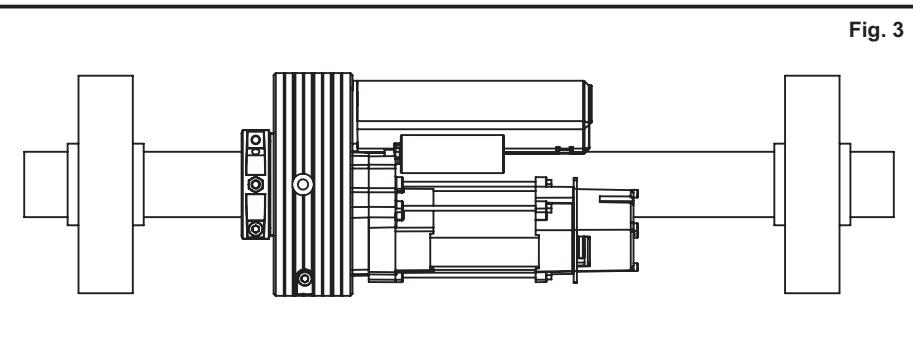

Fig. 3
H) Verificare che il motore risulti posizionato sul lato destro vista interna serranda e avvitare la vite TE M10 (vite testa esagonale senza dado, posizionata nella parte anteriore del collare di chiusura chassis) facendole penetrare nel foro M10 praticato precedentemente sul tubo della serranda (FIG. 3).
H) Verify that the electric motor is placed on the right side rolling shutter and screw the TE M10 (hexagonal screw without nut, placed on the foreground part of the second part of the chassis) screwing it inside the hole M10, effectuated before on the tube of rolling shutter (FIG. 3).
H) Vérifier que le moteur électrique est positionné à droit et serrer la vis TE M10 (vis tête hexagonal sans écrou, positionné dans la partie antérieure de la deuxième partie du châssis) serrant la dans le trou M10 effectué précédemment sur le tube du rideau métallique (FIG. 3).
H) Comprobar que el motor eléctrico está colocado a la derecha vista interna de l'enrollable y atornillar el tornillo TE M10 (tornillo hexagonal sin tuerca, colocado en la parte adelantada del segundo chasis) atornillando totalmente en el taladro M10 efectuado anteriormente en el eje de l'enrollable (FIG. 3).